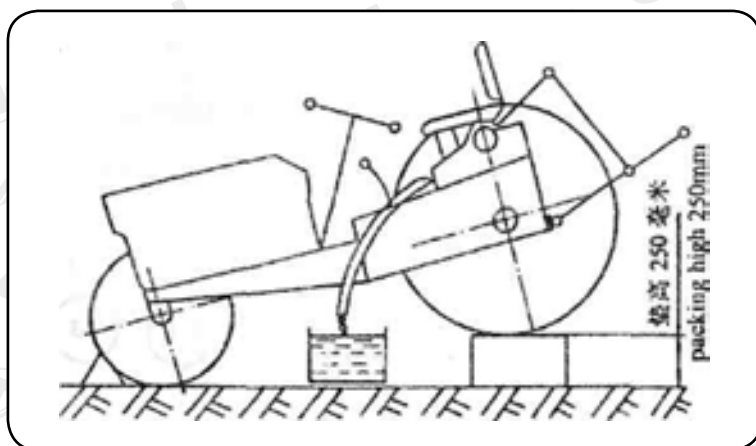

Рис. 2.1. Метод слива из гидравлического масляного бака.
- Метод слива из гидравлической емкости показан на Рис. 2.1.